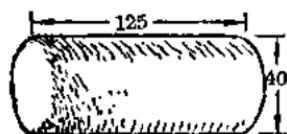

图 14
i. 用铅画纸按图 14 和部件表数据做一只圆筒形低压补偿器，在它的一头的正中央接出一根细管，作为安全阀（图 16 右面，安全阀的另一头，接到有人梯一角的立柱上螺帽上）。补偿器借低压管支撑，装在上横梁顶盖板上，离顶盖板约 45 毫米处（即离上横梁面最高处约 30 毫米处）。